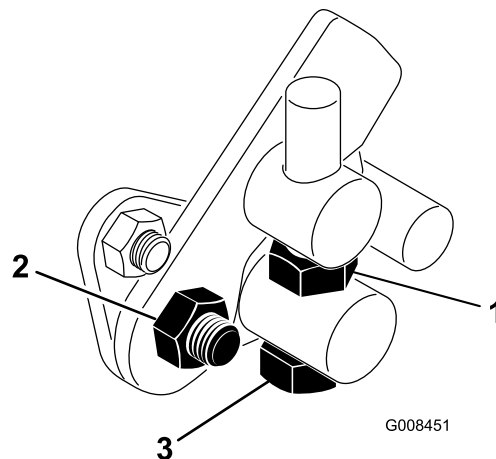

図 41
4. トラニオンボルトのジャムナット、およびペダルピボットのナットを締め付けて調整を固定する図 41。調整を確認し、必要に応じて再調整する。